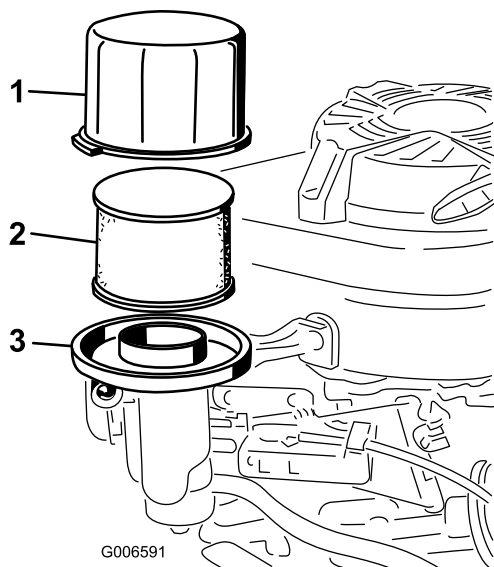

Figure 26
3. Déposez le couvercle et nettoyez-le soigneusement (Figure 26).
4. Déposez le préfiltre en mousse et l'élément en papier (Figure 26).
5. Retirez le préfiltre en mousse de l'élément en papier (Figure 26), et remplacez l'élément papier s'il est très encrassé.
6. Inclinez la machine, filtre à air en haut, pour vidanger l'huile dans le bac de vidange (Figure 26).